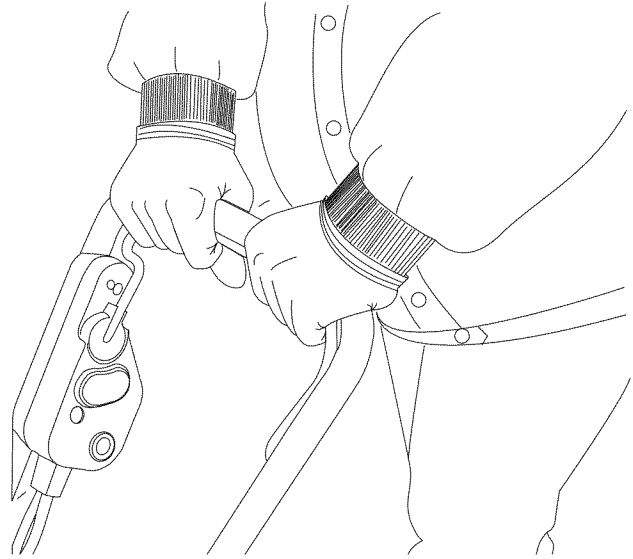

Fig. 5
4. Sostenga el asa y comience a operar la unidad (Fig. 5).